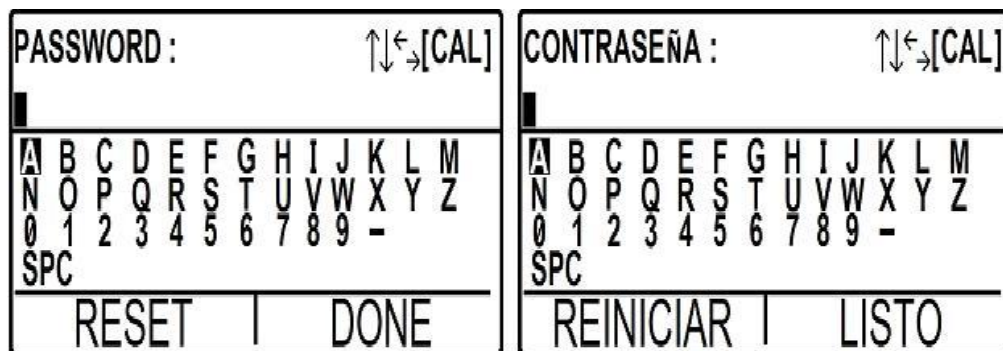

Figura 6: Pantalla para entrar al menú con clave de acceso
- Presione las teclas  y  simultáneamente para mostrar la pantalla de entrada al menú con clave de acceso; entonces la pantalla aparecerá como se muestra en la Figura 6.